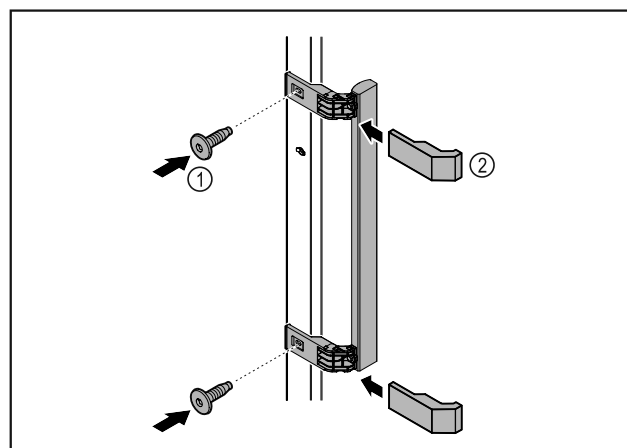

Fig. 3
- Fijar el tirador del empaque adicional a la puerta con los tornillos suministrados Fig. 3 (1).
- Coloque Fig. 3 (2) la cubierta.